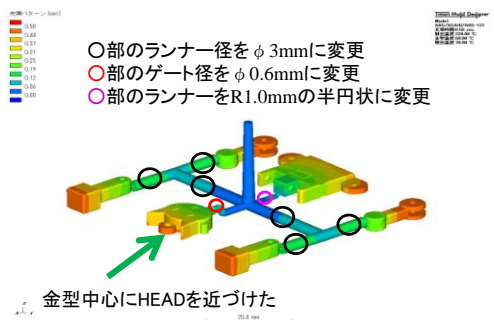

図 2 樹脂流動解析の検討
今回の金型グランプリ課題であるロボット模型金型の設計のポイントは、①各部品への掘り込み位置・ランナーレイアウト（図 2、②アンダーカット部の処理方法、③小径工具による微細加工、この3点が大きな課題となります。頻繁に問題となる金型の各種問題がほとんど網羅されている課題です。